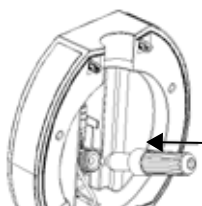

Fig7
2. Insérez une cartouche de CO₂ neuve de 16 grammes (fig. 7).